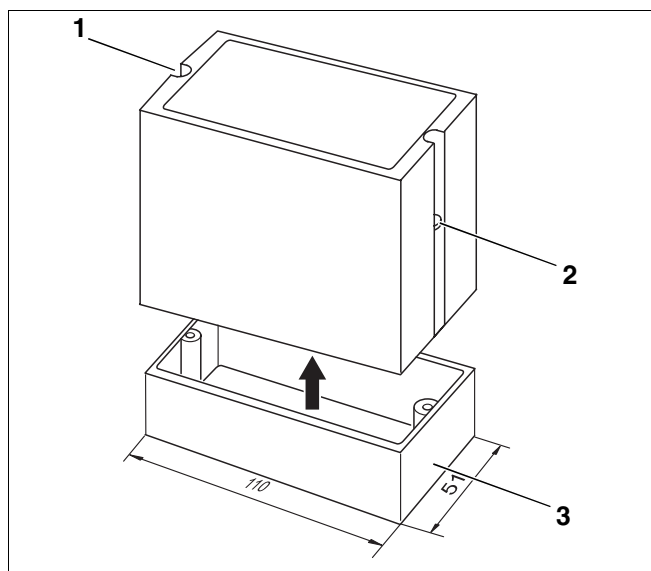

Abb. 17 Öffnen des Gehäuses
- Die beiden Schrauben (Abb. 17, **Pos. 1 u. 2**) lösen.
- Regelgerät vom Sockel (Abb. 17, **Pos. 3**) abziehen.